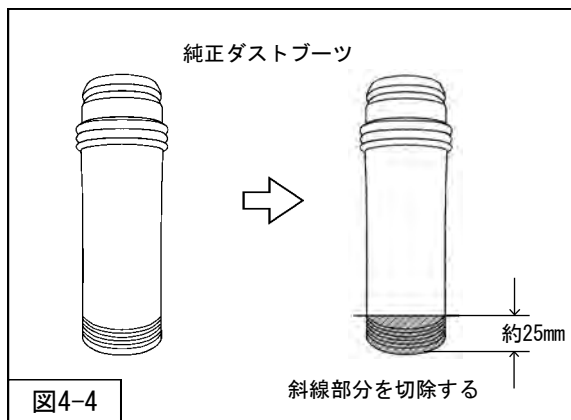

図4-4
4. リアショックアブソーバASSYから純正ダストブーツを外し、図の位置で切除してください。(図4-4)